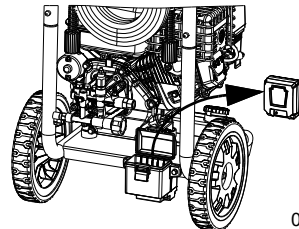

Figura 4-13. Retire la batería
1. Consulte la Figura 4-13. Retire la batería de la caja.